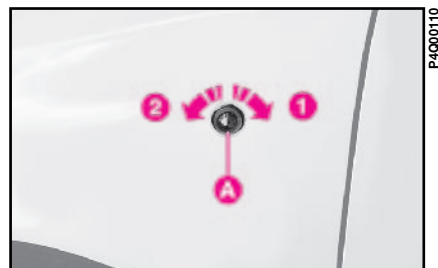

fig. 20
1) tourner le transparent **A-fig. 20** dans le sens de marche de la voiture en position **2**;